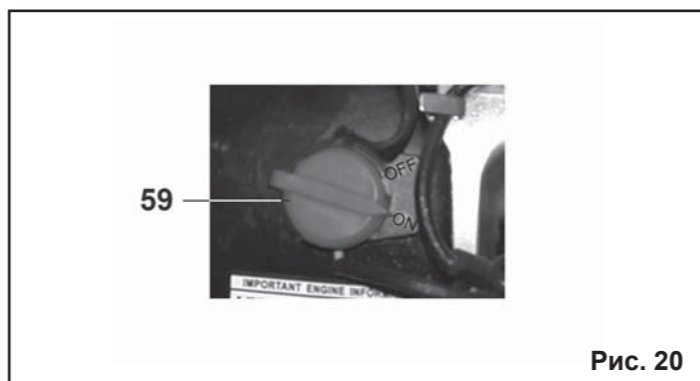

Рис. 20
8.1.5. Поверните выключатель зажигания (59) в положение "ON" (Включено) (Рис. 20).